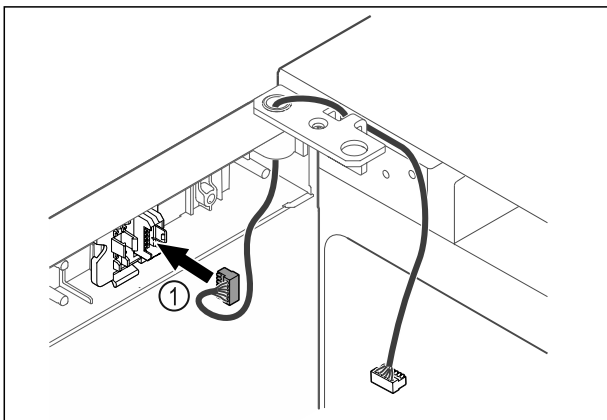

Fig. 63
- ▶ Dugja be a dugót Fig. 63 (1) a dugófoglalatba.